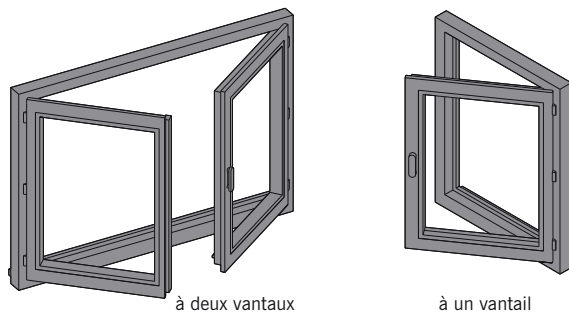

fig. 11.25
■ La **fenêtre à la française** appelée aussi **fenêtre ouvrant à la française** ou **fenêtre battante** (fig. 11.25) : type de fenêtre couramment employé en maison individuelle. La fenêtre possède un ou deux vantaux ouvrants vers l'intérieur par rotation autour d'un ou plusieurs axes verticaux placés en bordure des montants de rive.